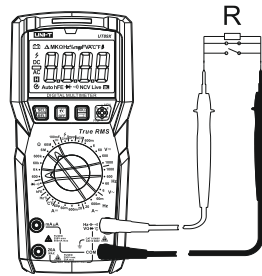

Рис. 5a
9.3 Измерение сопротивления (Рис. 5a)